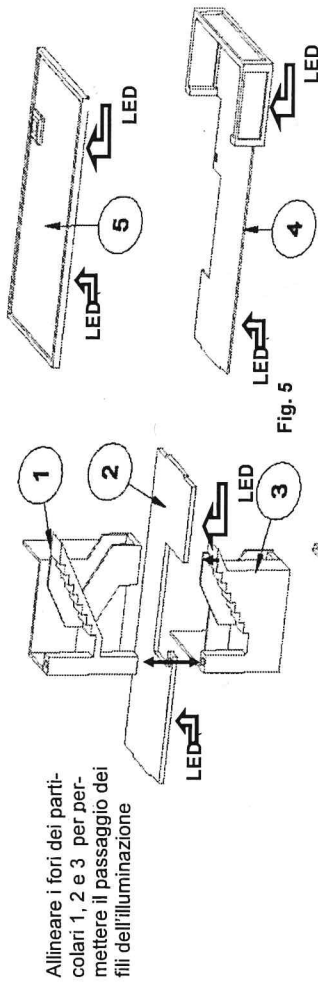

Fig. 5
5) Facoltativo: montare arredamento ed illuminazione interna (rif. fig. 5)